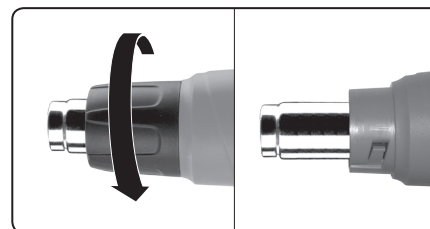

Abb.4
- ➔ Bei besonderen Anwendungszwecken der Pistole, z. B. Arbeiten an schwer zugänglichen Stellen, kann ihr Wärmeschutz demontiert werden (Abb.1, Position 2), siehe Abb.4.